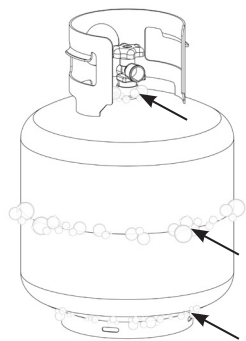

Figure 01
1. Utilisez un pinceau propre pour appliquer une solution d'eau et de savon doux 10/90 sur les zones de jointure de la bouteille de GPL (indiquées par des flèches dans la figure 01).